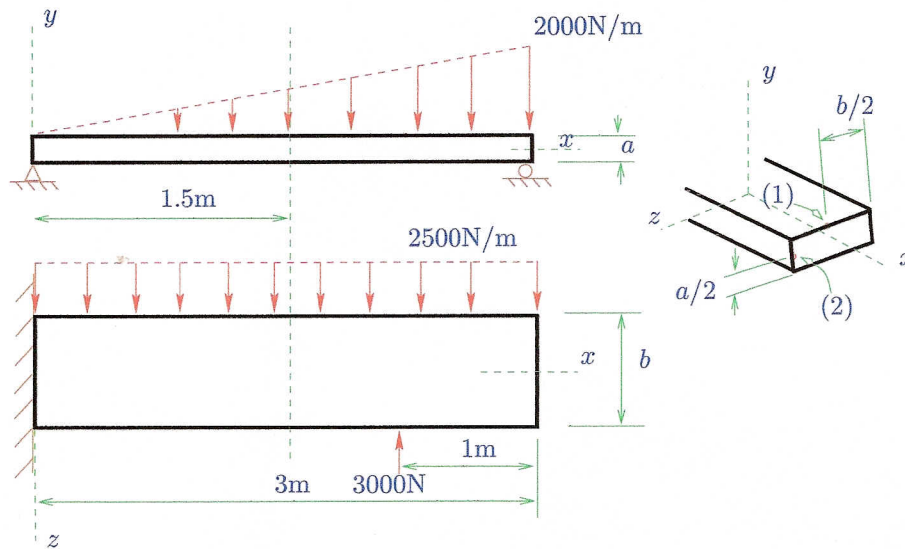

Figura 2: Viga
- La viga de la figura 2 tiene una sección rectangular de lados  $a$ ,  $b$ . En el plano  $x - y$  la viga está sometida a una fuerza distribuida lineal (con valor máximo de  $2000\text{N/m}$ ), en tanto en el plano  $x - z$  está sometida a una fuerza distribuida uniforme de  $2500\text{N/m}$  más una puntual de  $3000\text{N}$ . La figura superior izquierda muestra la viga en una vista en el plano  $x - y$  en tanto en la figura inferior izquierda tenemos una vista de la viga en el plano  $x - z$ .